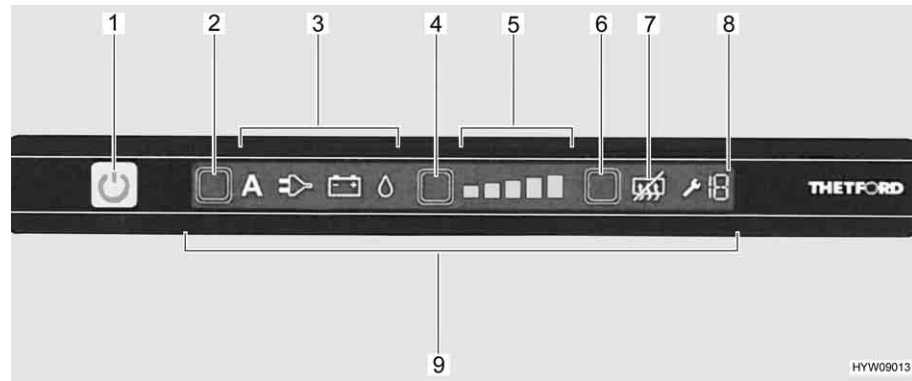

Fig. 182 Elementi di comando del frigorifero
Dopo l'accensione, il frigorifero seleziona automaticamente la regolazione del termostato impostata per ultima. Questa regolazione può essere modificata manualmente tramite il tasto del livello di refrigerazione (Fig. 182,4). Le barre luminose dell'indicatore del livello di refrigerazione (Fig. 182,5) visualizzano la temperatura selezionata sul termostato.
Con il tasto del livello di refrigerazione (Fig. 182,4) viene regolata la temperatura di refrigerazione per i tre tipi di energia. Ci vogliono alcune ore prima che il frigorifero raggiunga la temperatura di esercizio impostata. Cambiando la modalità di funzionamento la regolazione del termostato non viene modificata. La temperatura di refrigerazione è indipendente dal tipo di energia utilizzata.
- Premere il tasto On/Off (Fig. 182,1) per 1 secondo. Il tasto si illumina di verde. Gli indicatori si illuminano per 10 secondi, quindi vengono smorzati per risparmiare energia.
- Premere brevemente il tasto On/Off (Fig. 182,1) in qualsiasi momento. Vengono visualizzate le impostazioni attuali del frigorifero.
- Premere una o più volte il tasto di selezione energia (Fig. 182,2). I simboli modalità di funzionamento (Fig. 182,3) indicano la modalità di funzionamento selezionata.
- Premere il tasto del livello di refrigerazione (Fig. 182,4). L'indicatore del livello di refrigerazione (Fig. 182,5) indica la potenza di raffreddamento impostata.
- Premere il tasto del livello di refrigerazione (Fig. 182,4), finché viene visualizzata la potenza refrigerante desiderata.
- Premere il tasto On/Off (Fig. 182,1) per circa 2 secondi. Tutte le spie si spengono.
- Premere il tasto "Anti-condensa" (Fig. 182,6). Il simbolo di disattivazione della funzione anti-condensa (Fig. 182,7) si illumina.
- Premere nuovamente il tasto "Anti-condensa" (Fig. 182,6). Il simbolo di disattivazione della funzione anti-condensa (Fig. 182,7) si spegne.